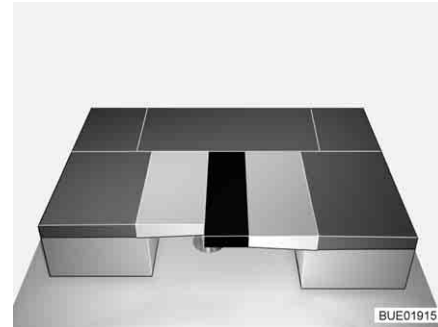

Fig. 102 Después de la transformación
- Empujar el cojín adicional entre los cojines de respaldo (véase Fig. 102).